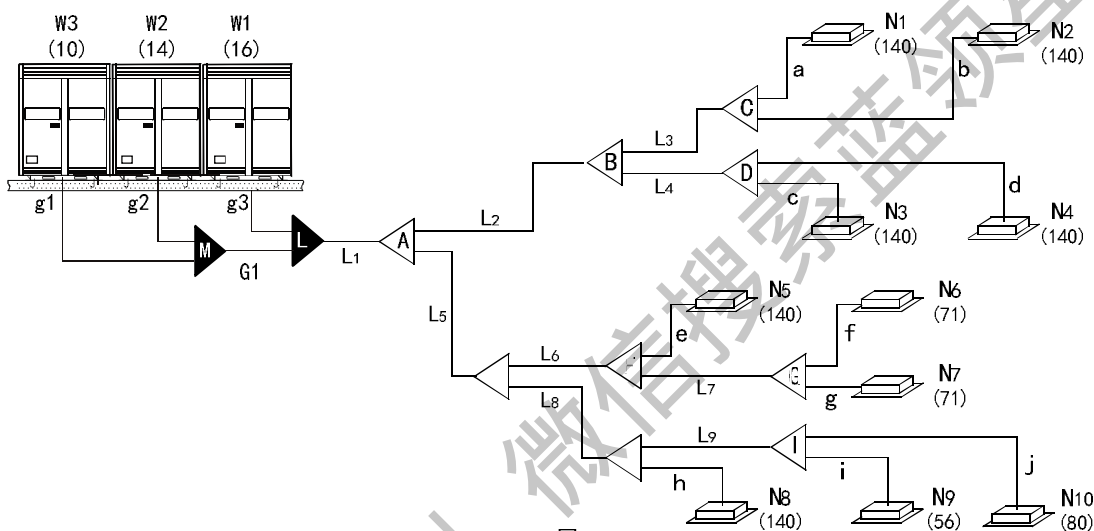

图4.2
- 2) 例1：图4.2中的L2其下游连接内机容量为 $140 \times 4 = 560$ ，则查得L2